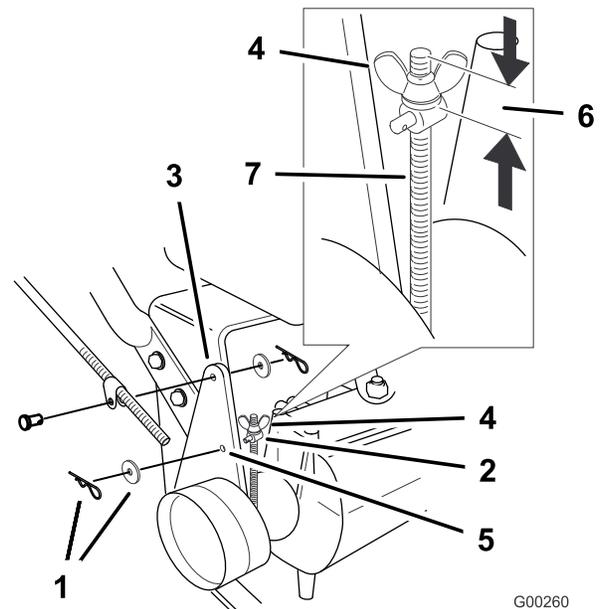

Figura 41
Nota: Per la messa a punto iniziale, regolate l'altezza del dado ad alette in modo tale che la distanza dalla sua base alla sommità dell'asta filettata sia di 32 mm (Figura 41).
6. Per regolare il freno, togliete la coppiglia e la rondella dalla leva del freno e dal barilotto (Figura 41).
9. Inserite il barilotto nel foro F (Figura 41). Serrate il dado ad alette.
10. Assicurate il barilotto alla leva del freno per mezzo della rondella e della coppiglia (Figura 41).